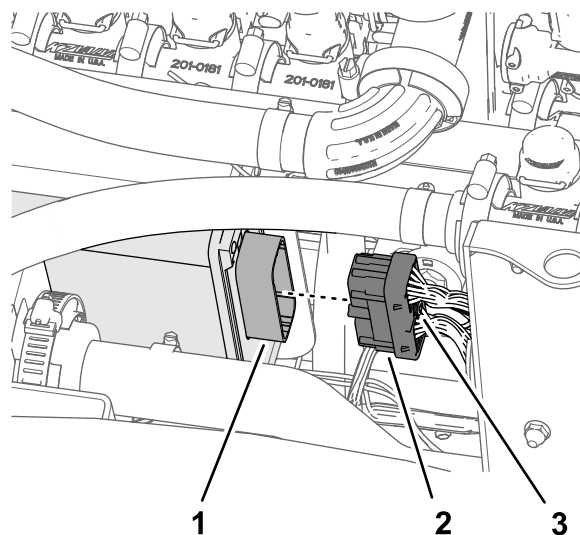

Рисунок 133
2. Вставьте 40-гнездовой разъем ответвления жгута проводов длиной 102 см из комплекта в 40-штыревой разъем контроллера опрыскивателя ASC 10 (Рисунок 133).
3. Заверните винт с рифленной головкой 40-гнездового разъема в разъем ASC 10 от руки (Рисунок 133).